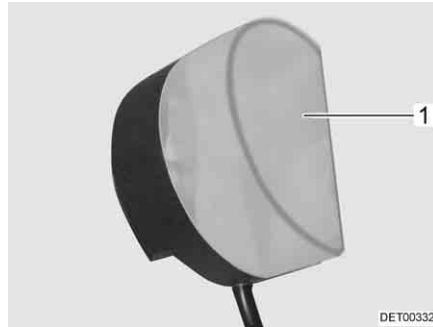

Fig. 289 Luci armadi guardaroba
- Comprimere leggermente e rimuovere la copertura della lampada (Fig. 289,1).